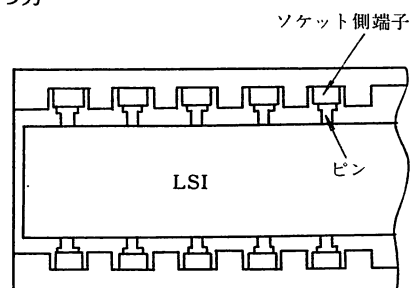

図7.2 ソケットの端子とLSIのピンとの位置
- (4) LSIの全部のピンがソケットの各端子に正しい位置に接している事を確認します。(図7.2参照)